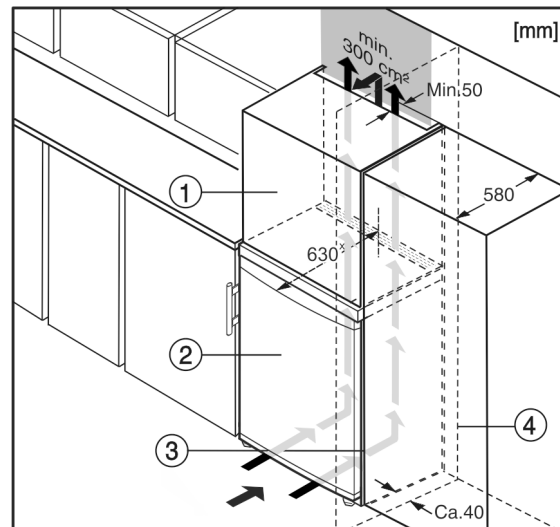

Fig. 10
Aparatul poate fi refăcut cu dulapuri de bucătărie. Pentru a aduce aparatul Fig. 10 (2) la același nivel cu mobilierul de bucătărie, se poate monta deasupra aparatului un dulap suspendat Fig. 10 (1).
La integrarea în dulapurile de bucătărie (adâncime maximă 580 mm), aparatul poate fi amplasat direct lângă dulapul de bucătărie Fig. 10 (3). Aparatul iese în afară în partea laterală cu 34 mm x, iar în centrul aparatului cu 50 mm x, în raport cu suprafața frontală a dulapului de bucătărie.\*
Atunci când aparatul este montat cu balamalele lângă un perete Fig. 10 (4), distanța dintre aparat și perete trebuie să fie de minim 40 mm. Această valoare corespunde proeminenței mânerului cu ușa deschisă.\*